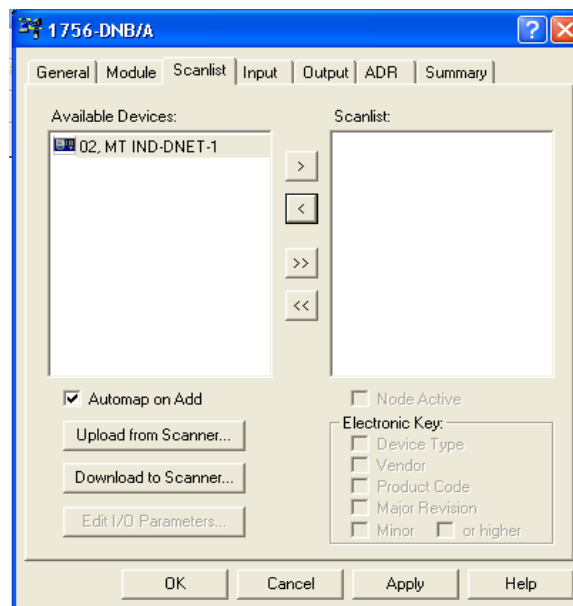

Abbildung 3-17: Scannereigenschaftendialog: Registerkarte „Scanlist“ (Scanliste)
7. Klicken Sie im Eigenschaftendialogfeld auf die Registerkarte „Scanlist“ (Scanliste). Es erscheint ein Fenster wie in Abbildung 3-17.